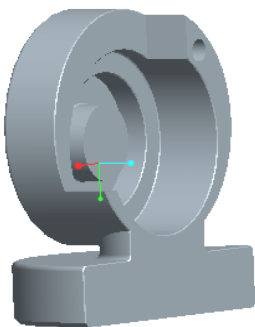

図 12-54 バイスハウジング左
- 1 0) バイスアセンブリの構成部品ファイルをオープンする。バイスハウジング左 ファイルを開く (図 12-54) に示す。